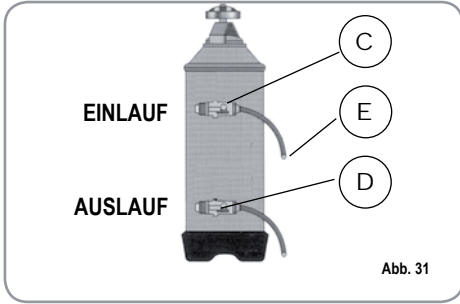
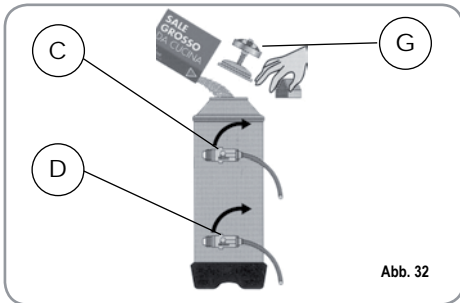

Abb. 31
Abb. 32
- 1) Maschine ausschalten und einen Behälter mit einem Fassungsvermögen von mindestens 5 Litern unter das Rohr E stellen (Abb. 31). Die Hebel C und D von links nach rechts drehen; den Verschluss durch Abschrauben des Drehknopfes G abnehmen und 1 kg grobes Kochsalz einfüllen (Abb. 32).